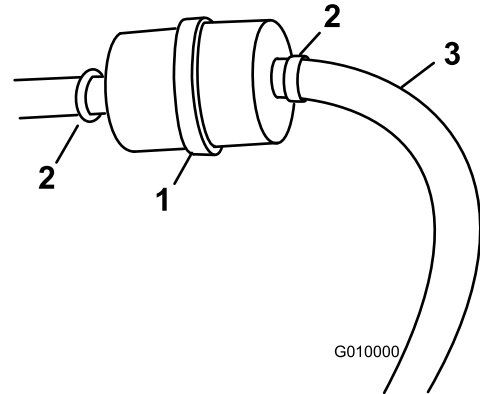

図 52
3. 古いフィルタのクランプをゆるめてフィルタから外して脇に寄せる (図 52)。
5. 新しいフィルタをホースに取り付け、クランプで固定する (図 52)。
3. 燃料フィルタについているクランプをゆるめ、フィルタからはずす (図 52)。
4. 燃料フィルタから燃料ホースを抜き取る (図 52)。
注 落ちてくるガソリンをガソリン容器または廃油受けに受ける（図 52）。
5. フィルタに燃料ホースをつなぎ、クランプで固定する（図 52）。